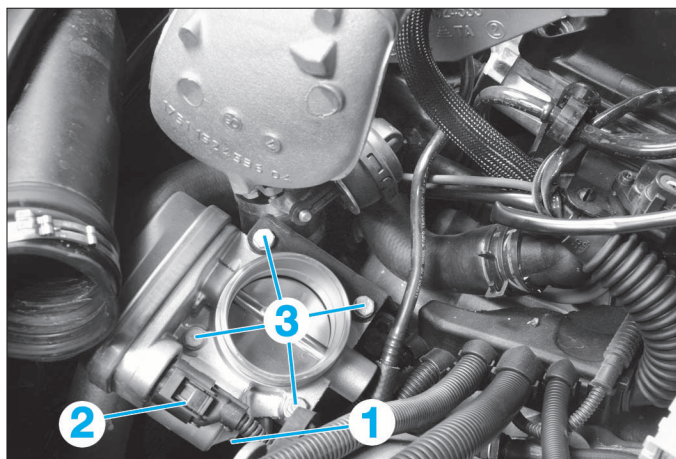

FIG. 48
- Désaccoupler la durit (1) (Fig.48).